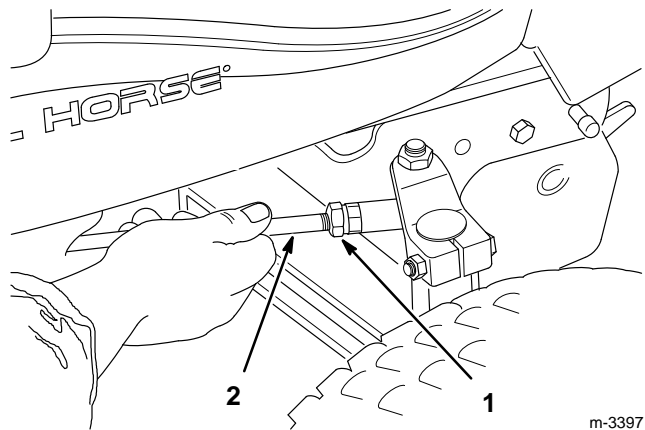

Abbildung 43
1. Die Gegenmuttern an den Enden der Lenkstangen lösen (Abb. 43).